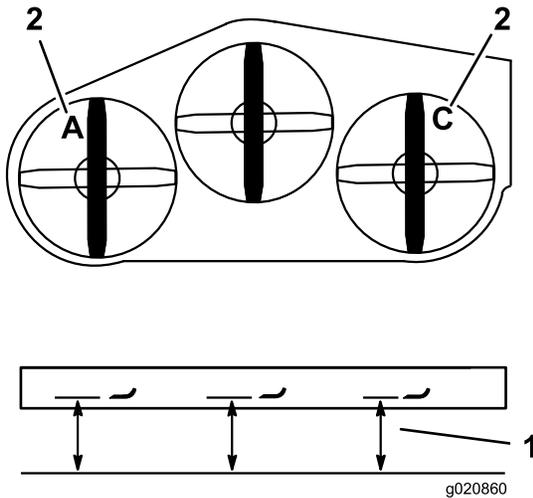

Bild 86
3. Messen Sie das linke Messer an der Stelle **A** von einer ebenen Oberfläche bis zur Schnittkante der Messerspitze und notieren Sie den Wert (**Bild 86**).
4. Messen Sie das rechte Messer an der Stelle **C** von einer ebenen Oberfläche bis zur Schnittkante der Messerspitze und notieren Sie den Wert (**Bild 86**).
3. Messen Sie das rechte Messer an der Stelle **C** von einer ebenen Oberfläche bis zur Schnittkante der Messerspitze und notieren Sie den Wert (**Bild 86**).